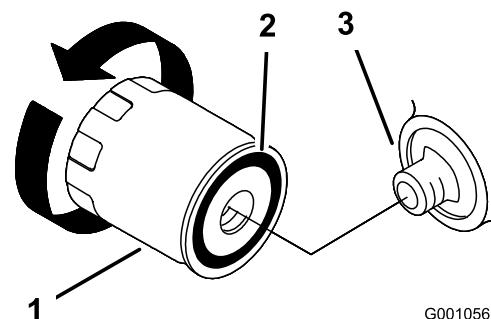

Bild 34
4. Montieren Sie den Ersatzölfilter am Filterstutzen. Drehen Sie den Ölfilter nach rechts, bis die Gummidichtung den Filterstutzen berührt. Ziehen Sie den Filter dann um eine weitere $\frac{2}{3}$ oder ganze Drehung fest (**Bild 34**).